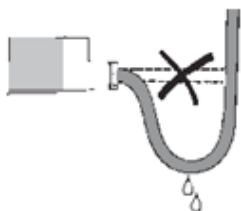

Рис.4.4.4.
4.4.4. Для предотвращения попадания влаги в штекер MBT3250R через кабельный ввод электрический кабель должен быть закреплен по всему диаметру и установлен так, как это показано на рис.4.4.4.